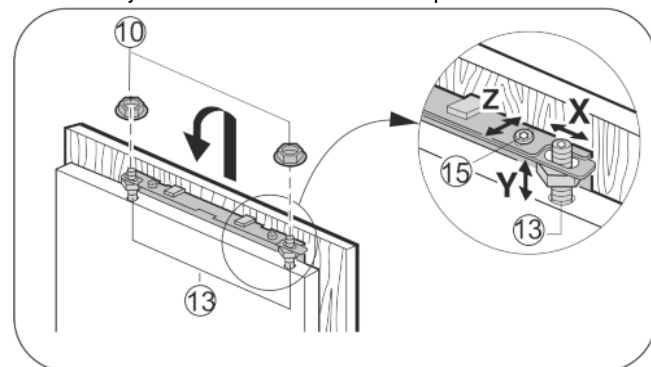

Fig. 19
- ▶ Zavěste dveře nábytku na ustavovací čepy Fig. 19 (13) a na ně volně našroubujte pojistné matice Fig. 19 (10).
- ▶ Nábytkové dveře vyrovnejte ve výšce Y a ve stranovém sklonu: Ustavovací čepy Fig. 19 (13) nastavte šroubovákem.
- ▶ Pojistné matice Fig. 19 (10) dotáhněte.